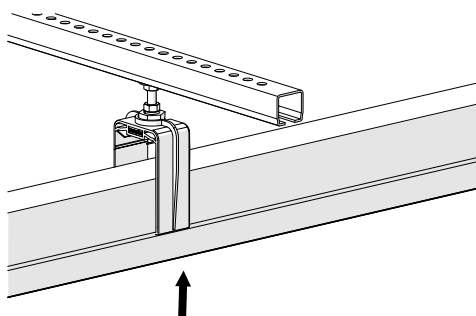

Abb. 14: Schleifleitungsschiene wird in Schienenhalter eingeklipst
- Das Isolierprofil/die Schleifleitungsschiene von unten in den montierten Schienenhalter schieben, sodass der Schienenhalter sich im unteren Teil etwas aufdrückt (siehe Abb. 14).